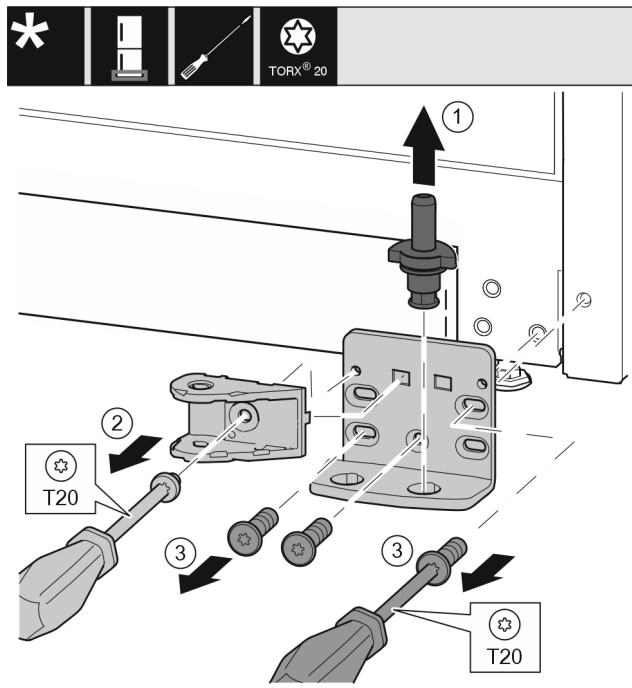

Fig. 36 *
- Lagerbolzen Fig. 36 (1) komplett nach oben herausziehen.*
- Schraube Fig. 36 (2) mit Schraubendreher herausdrehen und Schließdämpferverbindung abnehmen.*
- Schrauben Fig. 36 (3) mit Schraubendreher herausdrehen und Lagerbock abnehmen.*